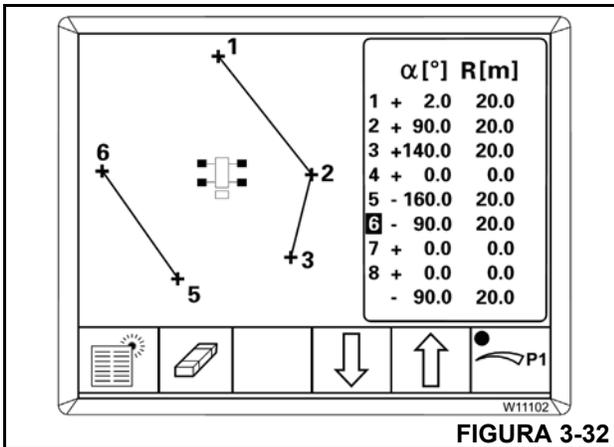

FIGURA 3-32
1. Borre el punto subsiguiente, por ejemplo, el punto (4, Figura 3-32), dato de punto 0.0; vea Borrado de puntos.
2. Introduzca el punto siguiente, por ejemplo, el punto (5) en -160° y 20 m.